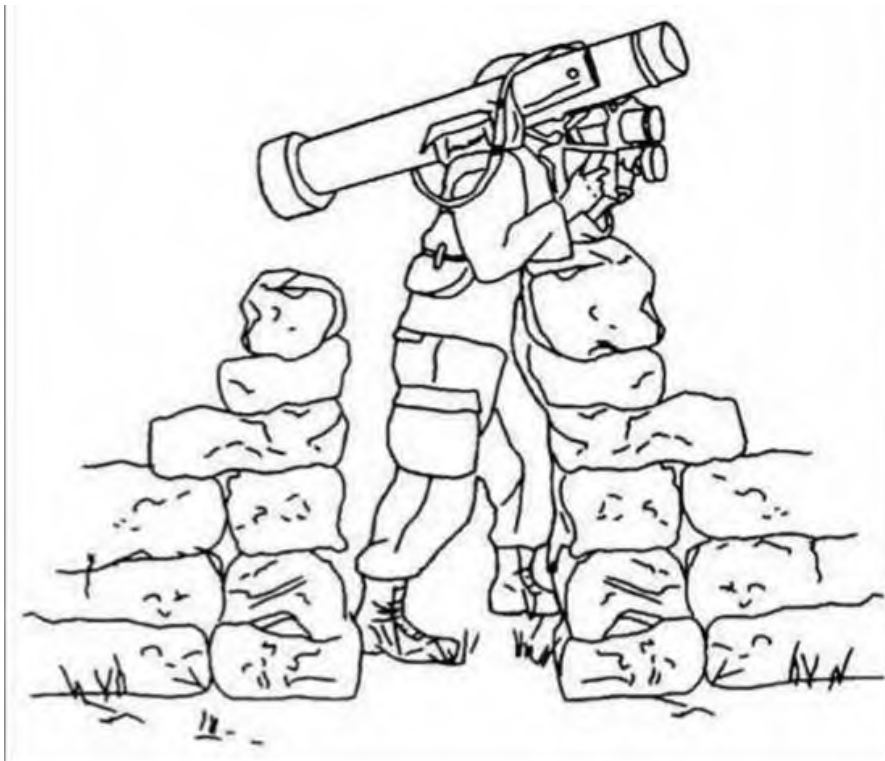

Рисунок 6.45 – Положення для ведення вогню стоячи з опорою
5) з цієї позиції на одному коліні встати, тримаючи спину прямо, а вагу збалансованою (урівноваженою). Оператор утримує рівновагу, стоячи з розставленими на зручній відстані ногами (рисунок 6.45);